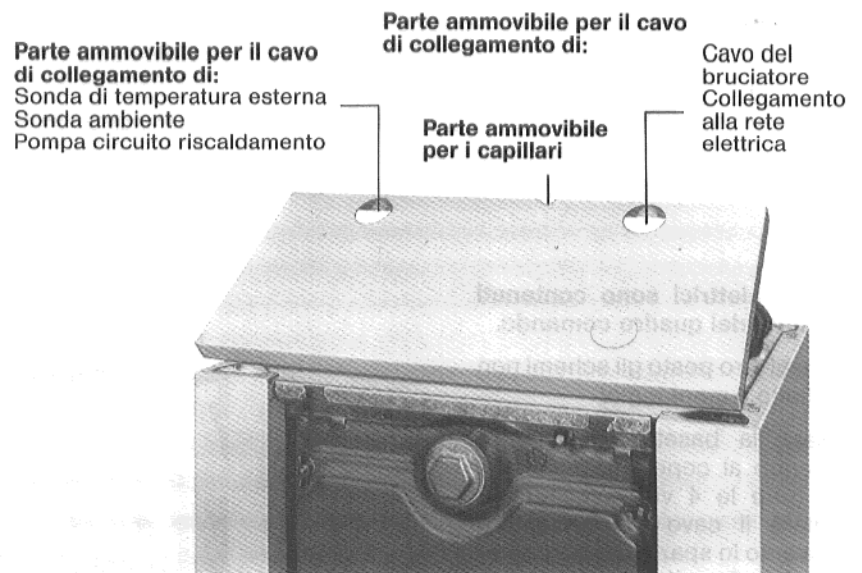

Fig. 9
5.6 Aprire i fori in corrispondenza delle parti prestampate del coperchio anteriore, per il passaggio del cavo di collegamento e dei capillari (Fig. 9).
5.7 Far passare il cavo del bruciatore attraverso l'apertura di destra del coperchio anteriore (Fig. 9 e 10).
5.15 Tutti i cavi di collegamento esterni devono essere fatti passare attraverso i passacavo della parete posteriore. Posare i cavi sul materassino isolante e collegarli al quadro comando attraverso le aperture nel coperchio anteriore (Fig. 9 e 15).